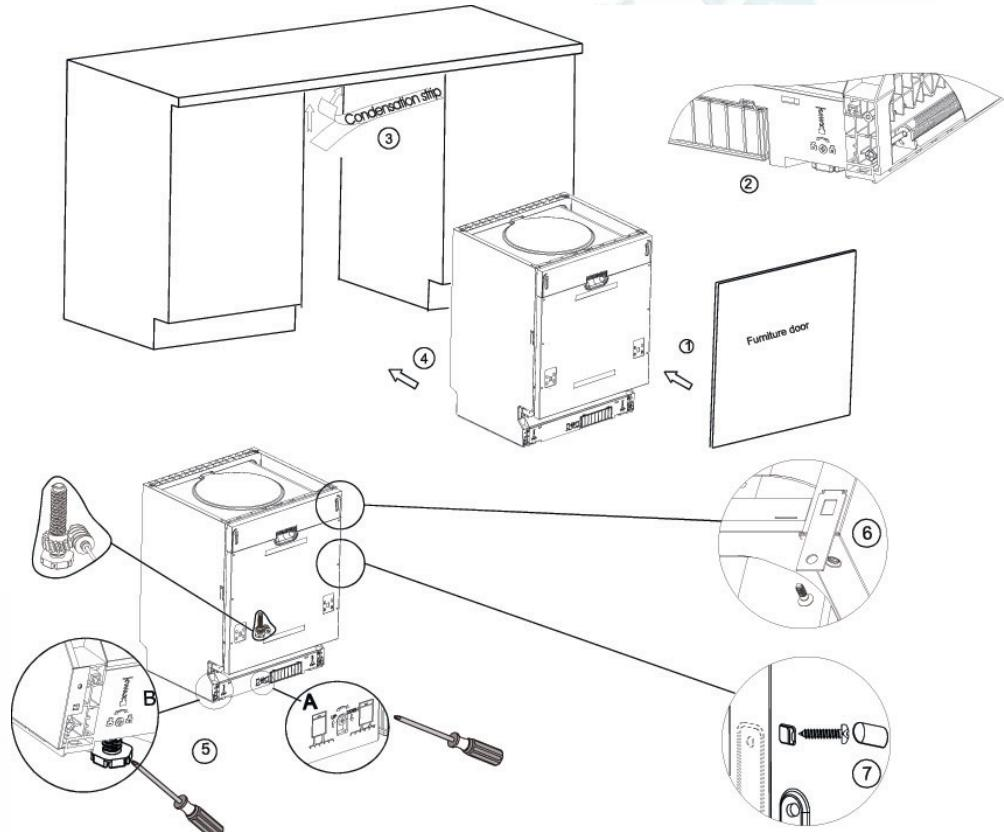

Рис. 7. Последовательность установки посудомоечной машины
1. Используя скобы, прикрепите декоративную дверцу от вашей мебели к дверце машины (см. п. 1 на рис. 7).
2. Отрегулируйте натяжение пружин дверцы при помощи торцевого ключа, поворачивая его по часовой стрелке для натяжения пружины и против часовой стрелки для того, чтобы ослабить пружины дверцы. Невыполнение данной операции может привести к повреждению посудомоечной машины (см. п. 2 на рис. 7).
6. Поместите посудомоечную машину на направляющие (см. п. 4 на рис. 7).
9. Выровняйте машину. Задние ножки можно регулировать винтами, расположенными спереди (см. п. 6а на рис. 7). С помощью ключа отрегулируйте передние ножки (см.п. 6в на рис. 7).
- Если у Вас столешница из дерева или ДСП, прикрутите машину к ней шурупами по дереву, будьте осторожны, вес машины может вырвать шурупы из дерева (см. п. 7 на рис. 7).
- Если у Вас мраморная или гранитная столешница используйте скобы, чтобы прикрепить машину к стенам соседней мебели, при этом необходимо закрыть винты резиновыми шляпками, чтобы не повредить столешницу (см. п. 8 на рис. 7).
- Машина разработана так, чтобы пользователь мог регулировать ножки, используя винты в передней части (см. рис. 7).